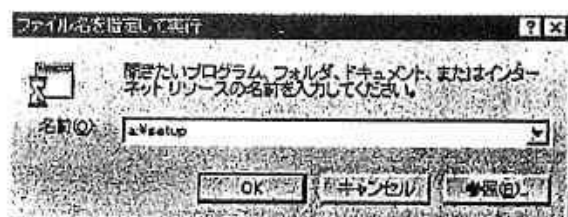

図 4
- ①WINDOWS 95を起動してスタートメニューの「ファイル名を指定して実行」をクリックして下さい。
- ②付属の3.5インチフロッピーディスク (LIGHT METER Window Software Ver.1.0) をディスクドライブにセットし、「ファイル名を指定して実行」ダイアログボックス (図4) のコマンドラインに「a:\setup」と入力します。